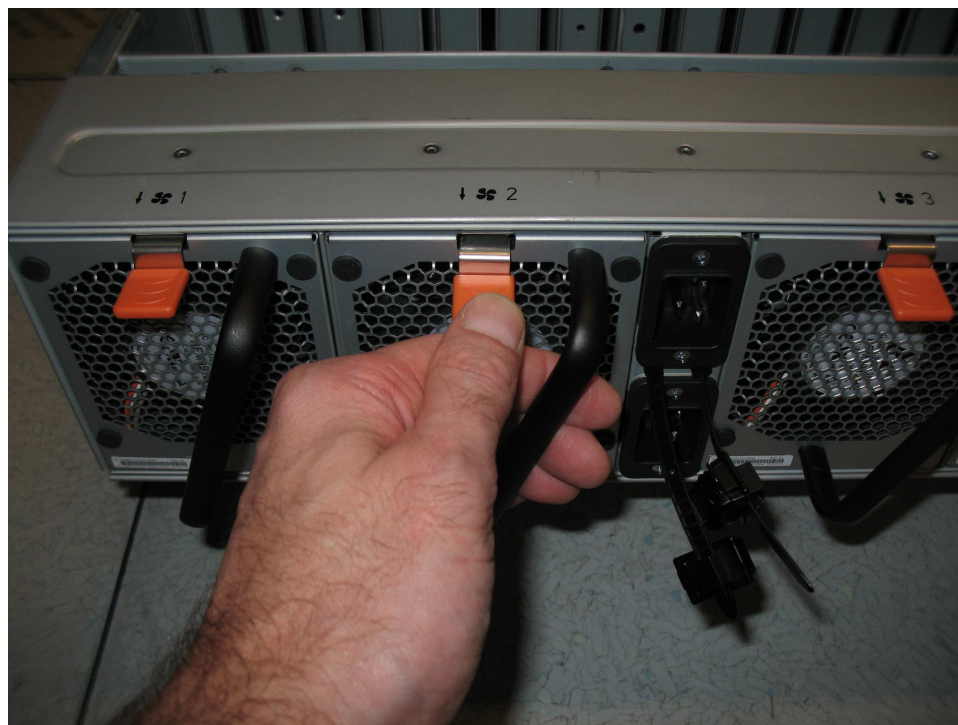

Figure 121. Patte de déverrouillage du module de ventilation
2. Appuyez sur la patte de déverrouillage du module de ventilation, comme le montre la figure 121, à la page 130.